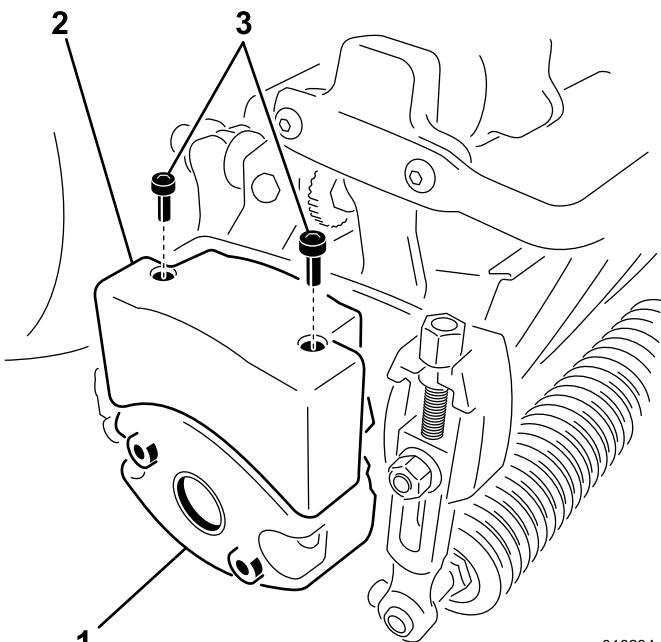

Figura 11
4. Retire los 2 pernos que sujetan el peso al costado de la unidad de corte. (Figura 11)
- Instale un peso superior en el peso de la unidad de corte usando 2 tornillos de cabeza hueca hexagonal (Figura 11).